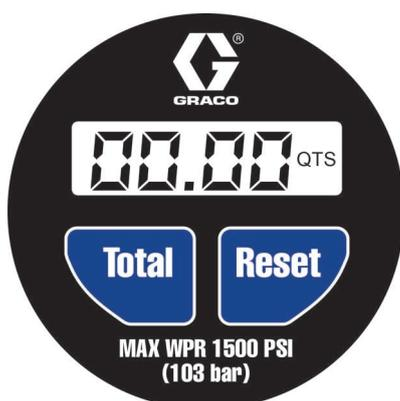
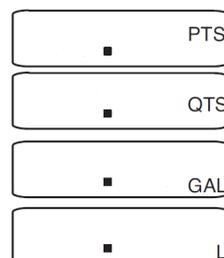

ABB. 4
ABB. 6: Beispiel für Maßeinheiten (UOM)
Die digitale Anzeige kann ebenfalls durch Drücken der Taste **TOTAL** oder Laufenlassen von Material durch das Dosiergerät aktiviert werden. (ABB. 4)
Die Taste **RESET** drücken, um die Menge des letzten Abgabezyklus zu löschen und die digitale Anzeige ganz auf null zurückzustellen (ABB. 4).
Taste **TOTAL** wiederholt drücken (ABB. 4), um die angezeigte Maßeinheit zu ändern. ABB. 6 zeigt Beispiele jedes UOM-Displays.
2. Wenn die gewünschte UOM angezeigt wird, die Taste **RESET** (ABB. 4) drücken, um die Auswahl zu speichern.